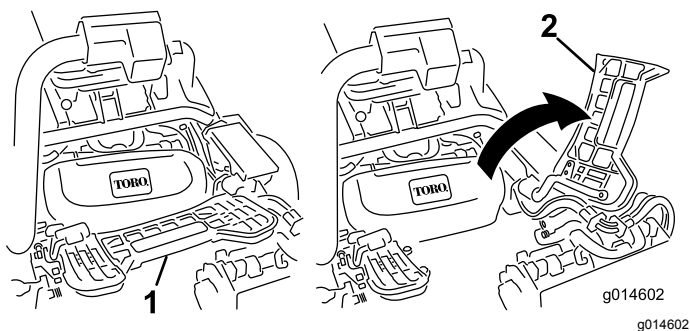

Figura 48
2. Sollevate il poggiapiedi e ruotatelo fino all'apertura, per consentire l'accesso alla posizione dell'apparato di taglio centrale. (Figura 48)